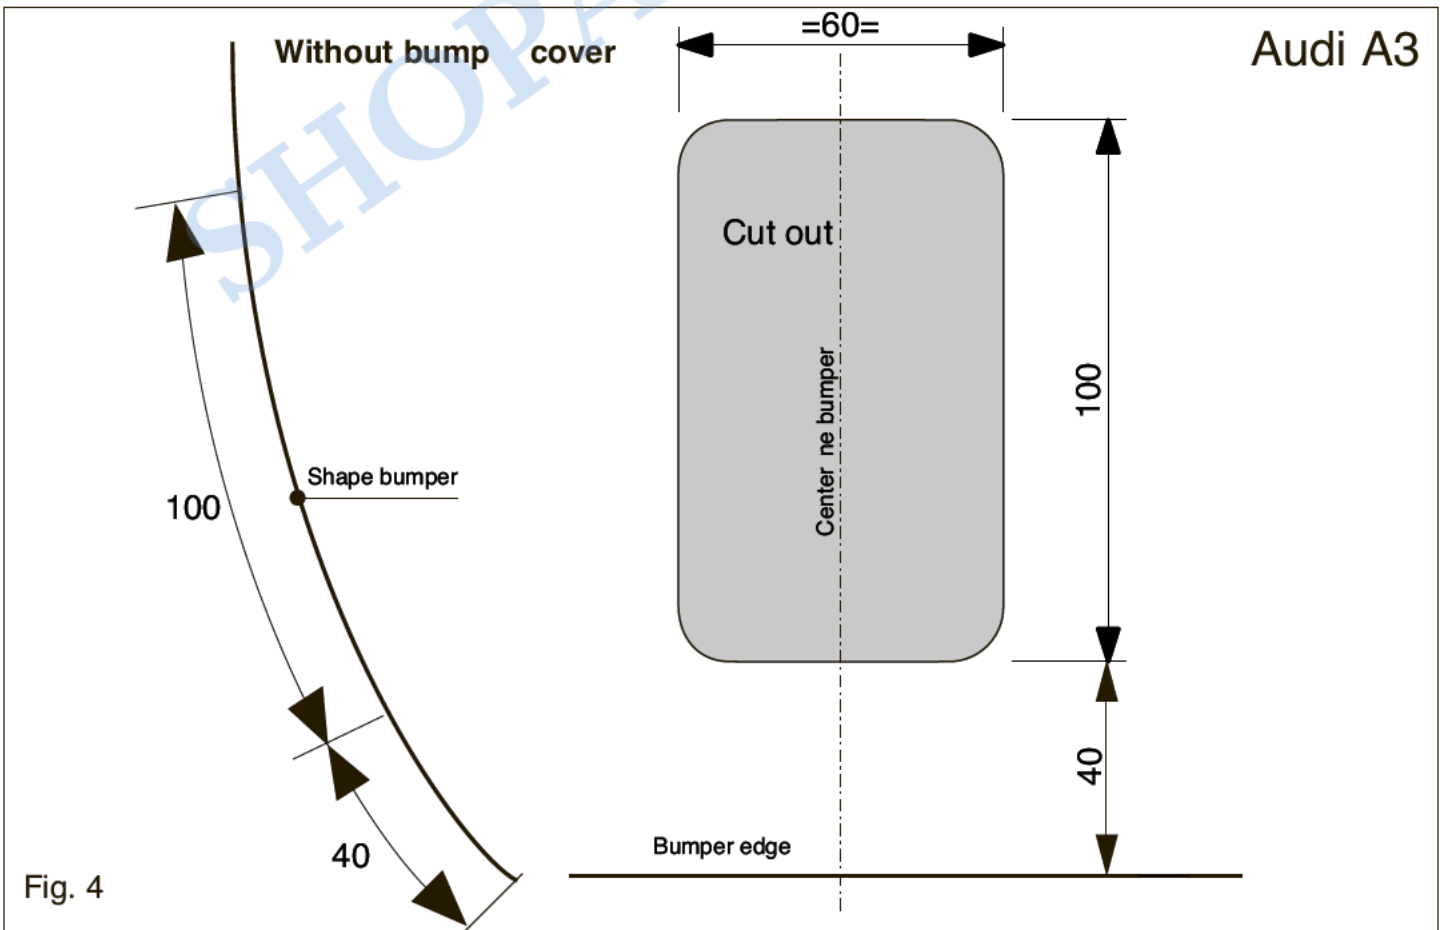

Fig. 4
5. For A3 drive vehicles, the following applies: Saw a section out of the middle of the underside of the bumper as shown in fig 4 and 5.
5. Für A3 Fahrzeuge gilt: Auf der Unterseite der Stoßstange einen Teil aus der Mitte gemäß Abbildung 4 und 5 herausschneiden.
1. Démontez les feux arrière. Déposez le pare-chocs du véhicule y compris la traverse en acier ; la traverse ne sera plus utilisée. Remettez les boulons de fixation en place. Voir la figure 1, 2 et 3. 2. Monter l'attache-remorque dans le châssis. 3. Placer les deux blocs de mousse en polyester en guise de colmatage dans les longerons de châssis. 4. Serrer tous les boulons et écrous conformément au schéma. 5. Pour les A3 à quatre roues motrices: Scier au centre de la partie inférieure du pare-chocs une partie correspondant à la figure 4 et 5. 6. Pour les VW Golf VII / Seat Leon + FR: à quatre roues motrices: Scier la partie du pare-chocs indiquée avec le gabarit. (Placer le gabarit sur le côté extérieur du pare-chocs. 7. Mettre en place le pare-chocs. 8. Monter les feux arrière. 9. Monter la barre de la rotule y compris la prise électrique. 10. Serrer tous les boulons et écrous conformément au schéma.